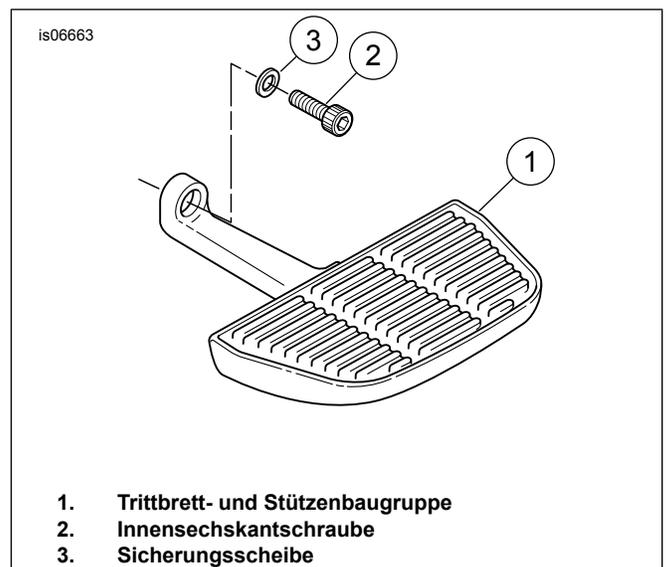

Abbildung 9. Soziustrittbrettbaugruppe - Touring-Modelle ab 1993
- b. **Touring-Modelle ab 1993:** Siehe Abbildung 9. Die Trittbrett- und Abdeckungsbaugruppe (1) auf den Befestigungsbolzen installieren; dabei die Bolzenlöcher in der Stütze auf die Öffnungen im Befestigungsbolzen ausrichten. Die Trittbretter jeweils mit einer Innenschraube (2) und einer Sicherungsscheibe (3) befestigen. Die Innenschrauben auf 41 N·m (30 ft-lbs) anziehen: